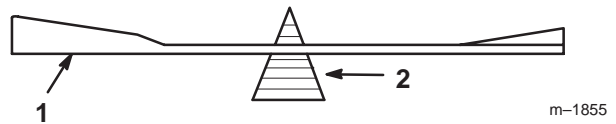
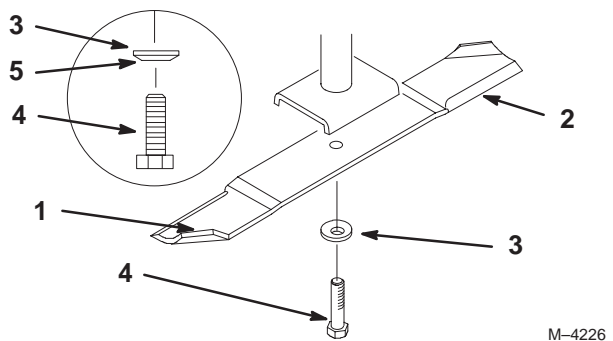

Figure 33
Figure 34
1. Tenez la lame à son extrémité avec un chiffon ou un gant épais. Retirez le boulon, la rondelle élastique et la lame de l'axe de la lame (Fig. 34).
2. Vérifiez l'équilibre de la lame en la plaçant sur un équilibreur (Fig. 33). Si la lame reste horizontale, elle est équilibrée et peut être utilisée. Si la lame est déséquilibrée, limez un peu l'extrémité de la partie incurvée seulement (Fig. 34). Répétez la procédure jusqu'à ce que la lame soit équilibrée.
1. Placez la lame sur l'axe (Fig. 34).
2. Installez la rondelle élastique et le boulon de la lame (Fig. 34). **Serrez le boulon à 115–150 Nm (85–110 pieds-livres).**